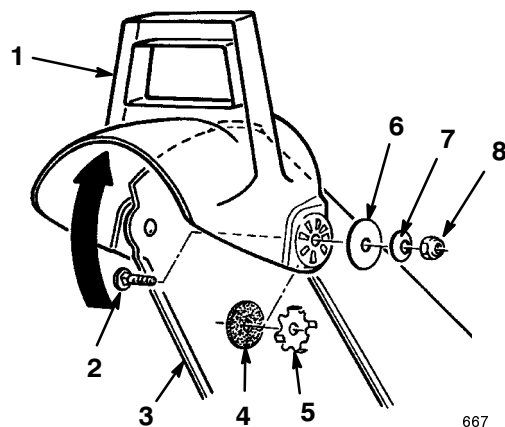

Figure 12
2. Fixez le côté gauche du déflecteur à l'éjecteur à l'aide des pièces requises comme illustré à la Figure 12.